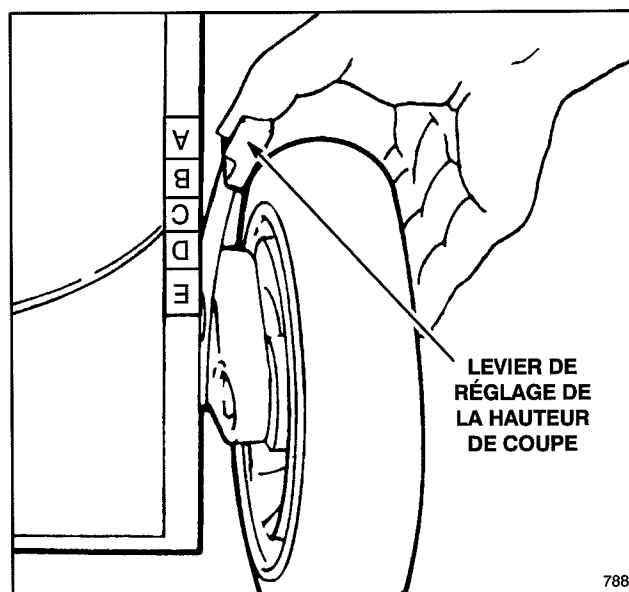

Figure 9
3. Tirez le levier de hauteur de coupe contre la roue et amenez-le sur la couleur/lettre désirée sur le carter de la tondeuse (Fig. 9). Pour faciliter le réglage, soulevez la roue du sol. **Ne placez pas les doigts sous le carter de la tondeuse pour la soulever.** Vérifiez que l'ergot du levier soit bien engagé dans l'encoche du carter. Réglez toutes les roues à la même hauteur de coupe.